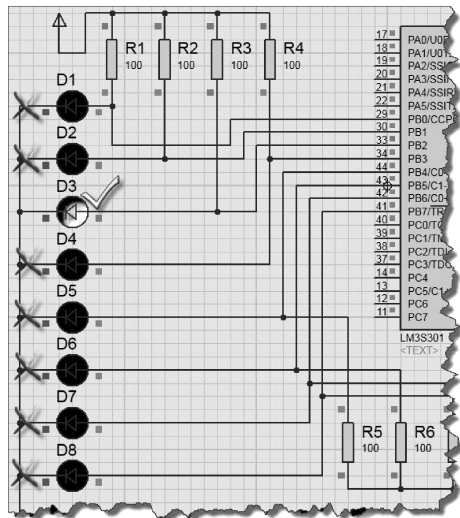

图 5-25 流水灯程序的测试结果
3) 流水灯程序的测试结果。流水灯程序的测试结果如图 5-25 所示。